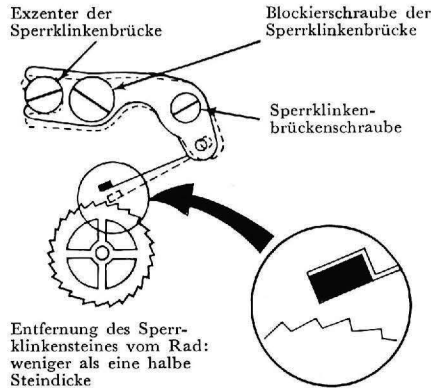

Abb. 24
6. Durch Drehen des Exzenters der Sperrklinkenbrücke bringe man den Sperrklinkenstein in die Stellung maximalen Abstandes vom Klinkenrad. (Dies kann mit einer Lupe leicht geprüft werden.) Nun kontrolliere man unter dem Mikroskop die Distanz zwischen Stein und Rad. Der Sperrklinkenstein darf das Rad nicht berühren, er soll jedoch weniger als eine halbe Steindicke davon entfernt sein (Abb. 24). Der Abstand kann analog zu Schritt 5 durch Biegen der Sperrklinke eingestellt werden.